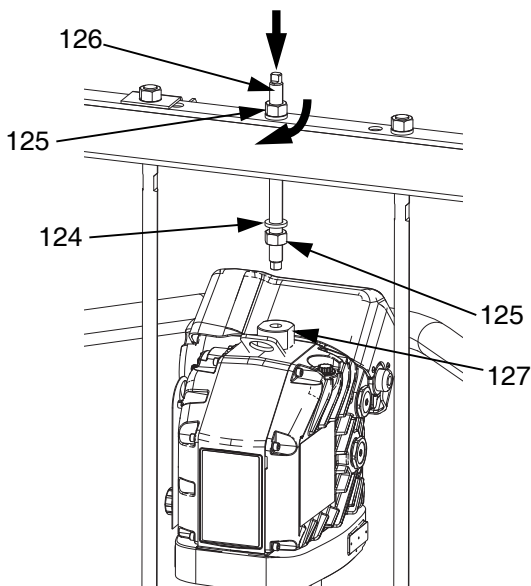

ABB. 30
- b. Gewindestange (126) durch Loch in der Mitte des Querbalkens führen. An Gewindestange (126) über und unter dem Querbalken Sicherungsscheiben (124) und Muttern (125) anbringen. Hebering-Adapter (127) mit Schraubenschlüssel fixieren und mit einem anderen Schraubenschlüssel Gewindestange (106) im Hebering-Adapter (127) festziehen. Siehe ABB. 30.
- c. Mutter (125) unter Querbalken mit einem Anzugsmoment von maximal 34 N•m (25 ft-lb) festziehen.
- d. Mutter (125) über Querbalken festziehen, um Antrieb zu fixieren.